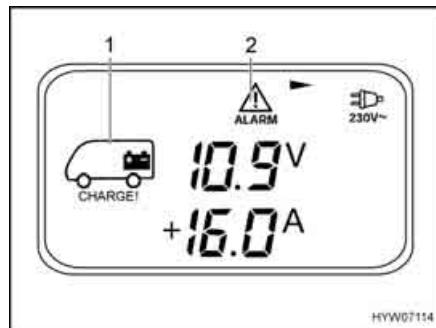

Fig. 136 Menu Batteria (batteria dell'abitacolo)
- Premere il tasto (Fig. 133,2): Appare il menu Batteria (Fig. 136).
- Tensione (V), corrente di carica (+A) e corrente di scarica (-A) della batteria dell'abitacolo (Fig. 136,1)
- Tensione (V) della batteria di avviamento (pagina di menu 2)
Il menu Batteria appare e i simboli (Fig. 136,1 e 2) iniziano a lampeggiare non appena la tensione della batteria dell'abitacolo scende al di sotto di 11 V (misurazione durante il normale esercizio) con conseguente rischio che la batteria si scarichi troppo. Lampeggia inoltre l'indicazione della tensione.